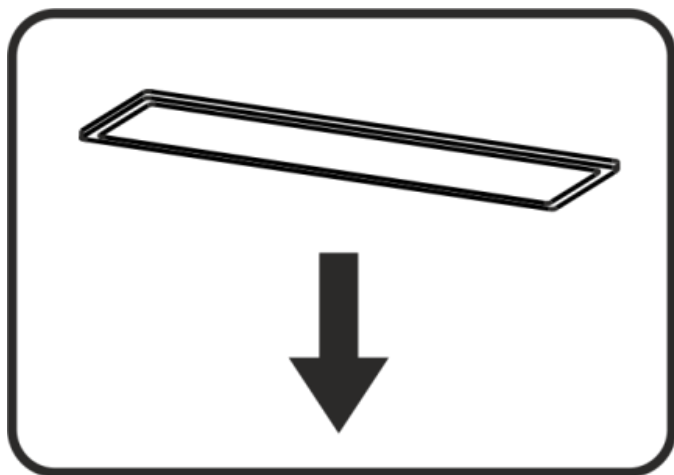

Рис.7
8.8 На витяжці встановлена LED лампа підсвічування робочої зони плити. Для заміни лампи необхідно зняти алюмінієві фільтри, відтиснути лампу так, щоб вона вийшла з корпусу витяжки, від'єднати конектор, вийняти її. Замість неї необхідно встановити нову з тими ж характеристиками і встановити фільтри (**Рис.7**).